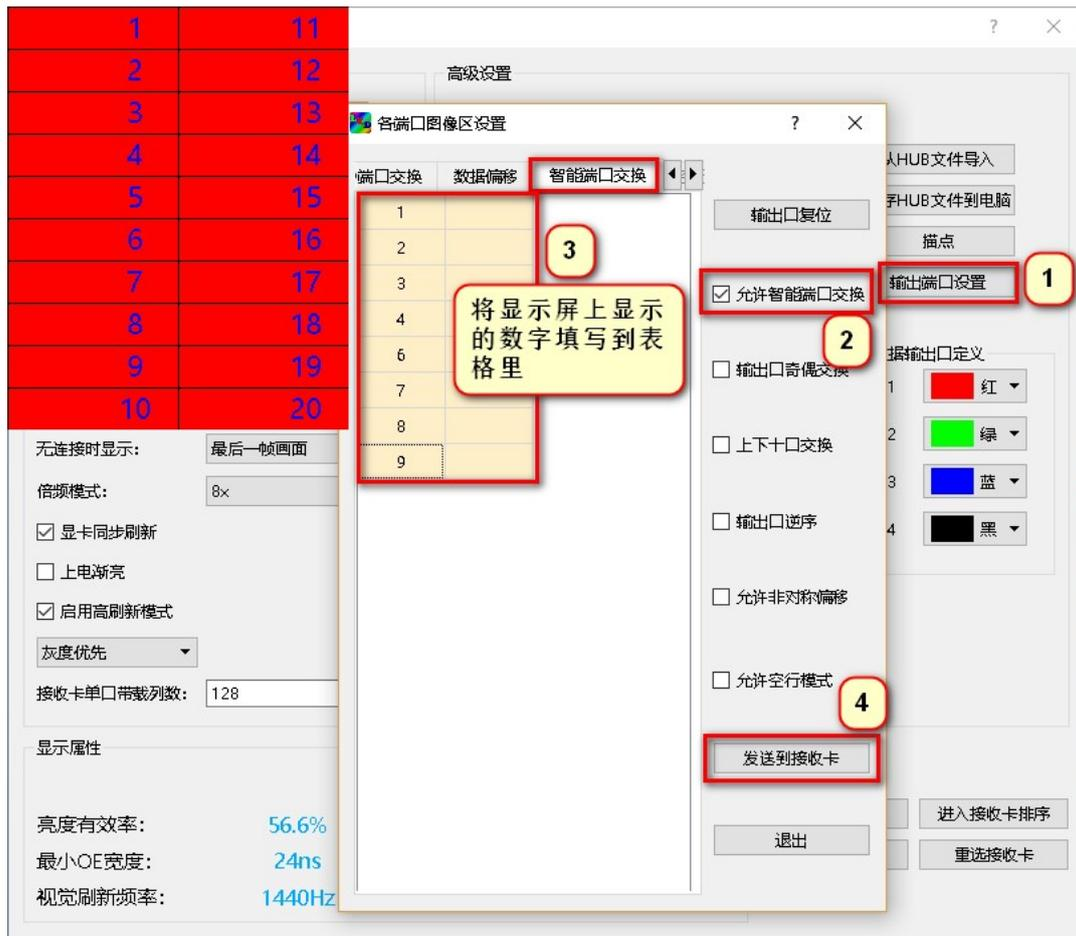

图 3
- 3、输出口设置，启用“允许智能端口交换”，进行端口交换操作。软件产生表格测试图像，如下图 3：